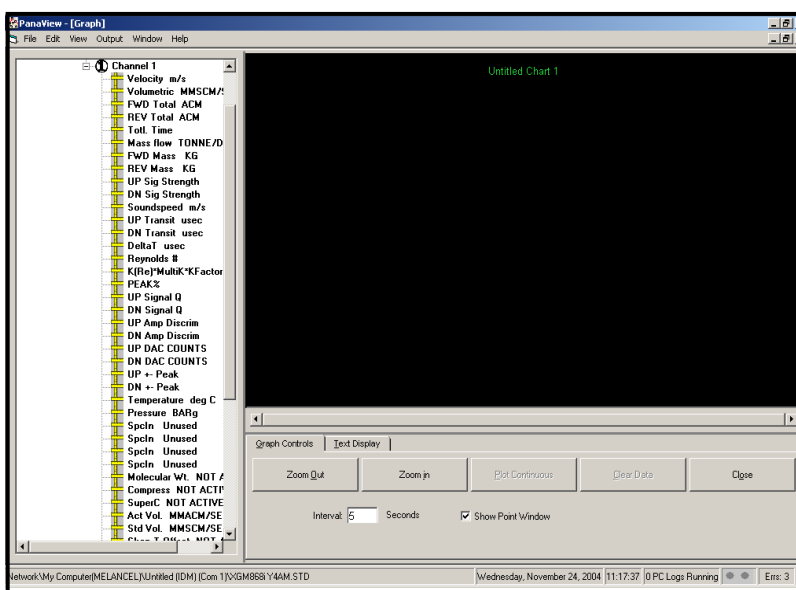

Figura 4: Janela Graph (Gráfico)
3. Usando o menu *Window* (Janela), organize as janelas abertas no formato desejado. Para esta explicação, a *Figura 4* abaixo mostra a janela *Graph* (Gráfico) em seu tamanho maximizado (tela cheia).